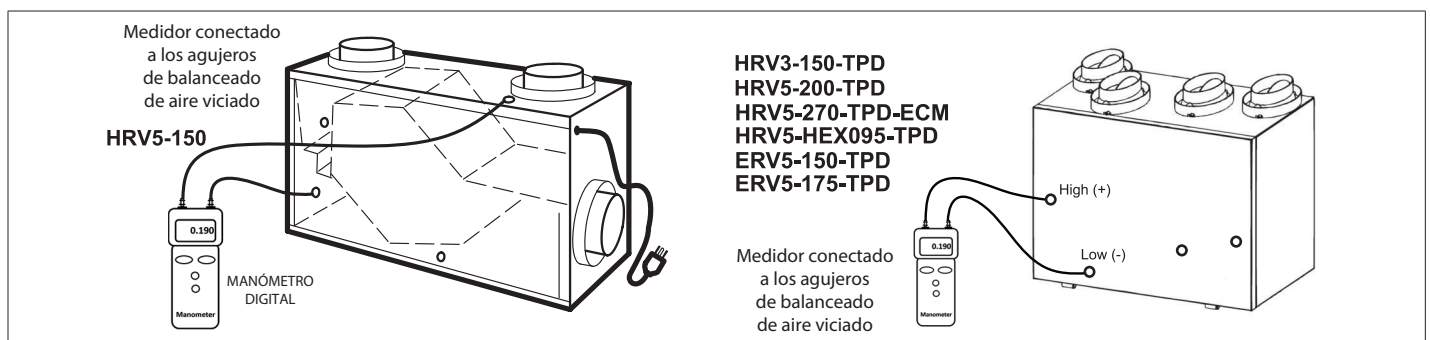

Figura 51. Orificios de balanceado de la puerta - Aire viciado
5. Mida el aire viciado. Inserte los dos accesorios de caucho desde el medidor a los orificios de balanceado de AIRE VICIADO (consultar la Figura 51 en la página 40). Selle los orificios de balanceado de AIRE FRESCO (superior izquierdo e inferior derecho) con cinta. Anote la lectura.